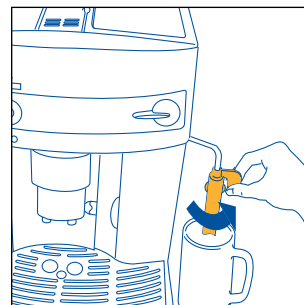
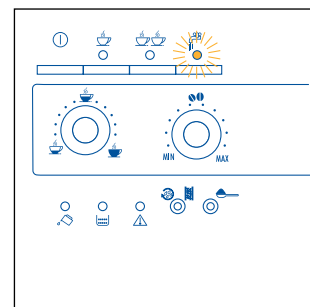

Abb. 3
Abb.22
2. Den Milchaufschäumer nach außen drehen, eine Tasse darunter stellen (Abb. 3), und durch Drücken der Taste ① (Abb. 4) die Maschine einschalten.
- Den Milchaufschäumer zur Außenseite der Maschine hin drehen (Abb. 3).
- Ein leeres Gefäß unter den Milchaufschäumer stellen (Abb. 3). Den Dampfdruckknopf um eine halbe Umdrehung nach links bis zum Anschlag drehen (die Kontrollanzeige  blinkt auf, Abb. 22). Lassen Sie nun einige Sekunden lang das Wasser zusammen mit dem Dampf herauslaufen, bis nur noch Dampf heraustritt.